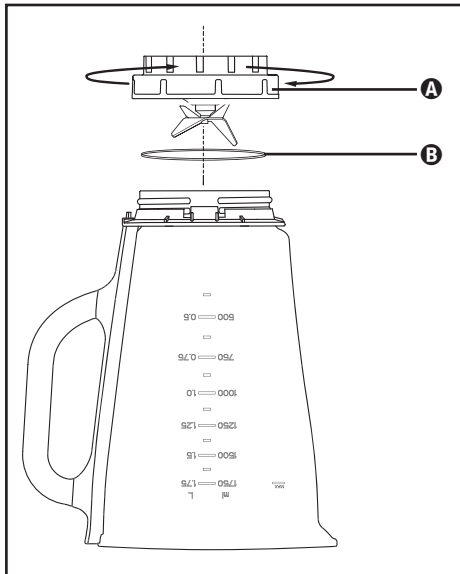

Fig. 3
- 2) Dé la vuelta al aparato y gire el accesorio **A** en sentido antihorario para poder desmontarlo del recipiente del vaso **3** (consulte la fig. 3).